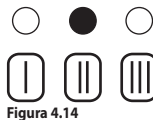

Figura 4.14
- Per settare il tempo di postcircolazione della pompa le spie di segnalazione 1 in Figura 3.1 devono essere visualizzate come in Figura 4.14 (legenda spie a pag. 1).